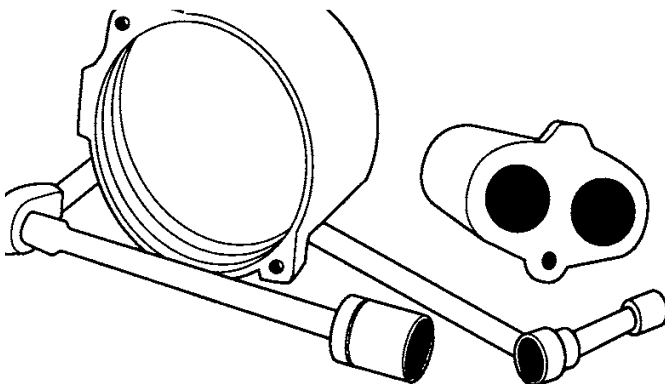

Figura 18 - Saque la boquilla
6. En los modelos de 1/2 HP se puede sacar la boquilla de la caja de la bomba con cualquier llave de cubo estándar de 1-1/4" con una extensión (Figura 18). En los modelos de 3/4 y 1 HP la boquilla forma parte del cuerpo de la bomba. Cuando vuelva a colocar la boquilla y el venturi, asegúrese de que estén bien apretados contra el hombro. Tenga cuidado de no forzar la rosca. Si la boquilla no está bien ajustada en la caja, el flujo quedará bloqueado a la entrada del venturi